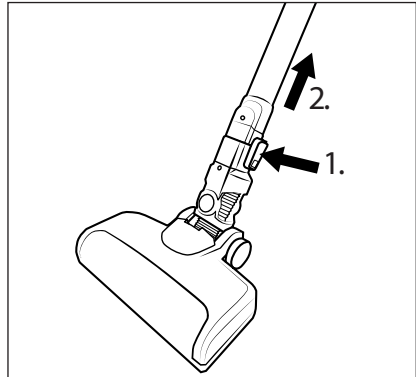

Bild 12
- ♦ För att ta av golvborsten **21** från dammsugarröret **23** håller du upplåsningsknappen för golvborsten **22** intryckt och drar samtidigt loss dammsugarröret **23** från golvborsten **21** (se bild 12).